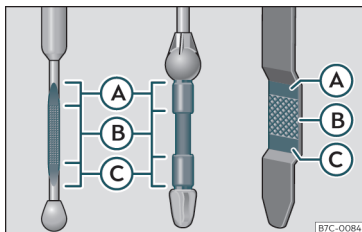

Fig. 215 Asta di misurazione livello olio motore.
- In seguito, estrarla di nuovo e controllare il livello dell'olio »» fig. 215. Se necessario, procedere al rabbocco.
- Quando il livello raggiunge almeno la zona >>> **fig. 215 B**, avvitare attentamente il tappo del bocchettone di rifornimento >>> **1**.
Se il livello dell'olio si trova al di sopra della zona >>> **fig. 215 A**, non avviare il motore. Pericolo di danni al motore e al catalizzatore! Rivolgersi presso un'officina specializzata.
Il livello dell'olio non deve in nessun caso essere al di sopra dell'area >>> **fig. 215 A**. L'olio in eccesso potrebbe altrimenti essere aspirato attraverso lo sfiato del basamento ed essere liberato nell'atmosfera attraverso l'impianto di scarico.